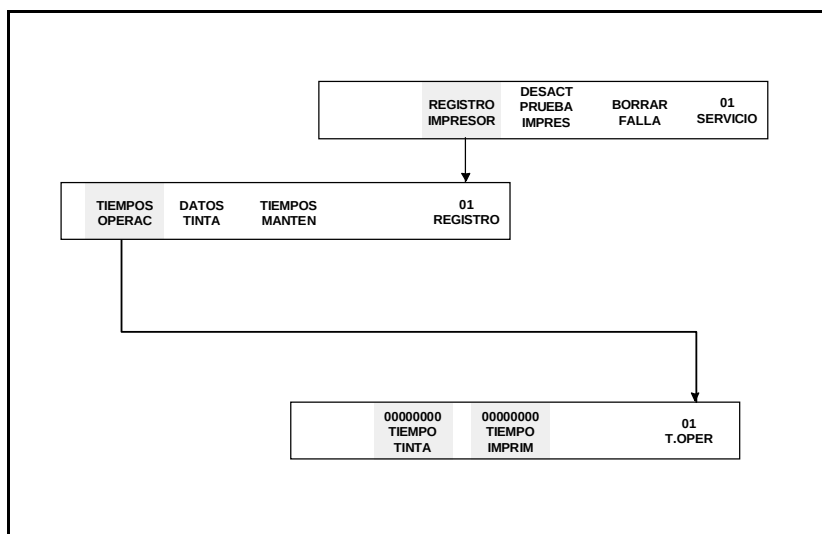

Figura 5-6. Accediendo a <TIEMPOS OPERAC> en <REGISTRO IMPRESOR>
1. Comience en el Marco <01 SERVICIO>. Vea la Figura 5-6.